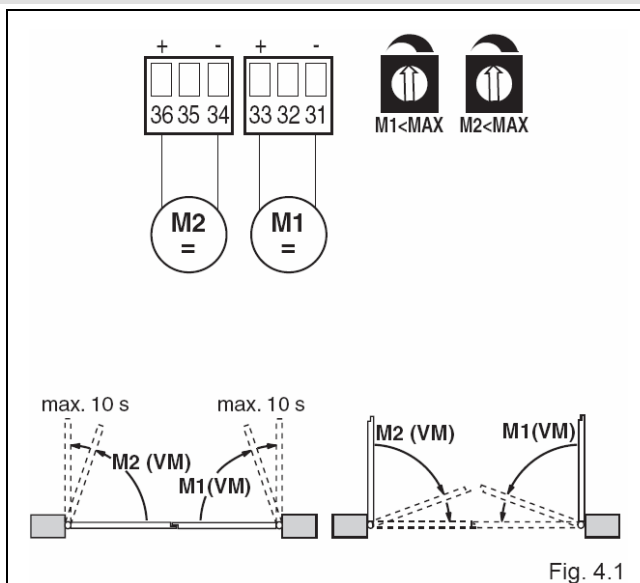

Fig. 4.1
- (Fig. 4.1) **Végállás kapcsolók nélküli alkalmazás**